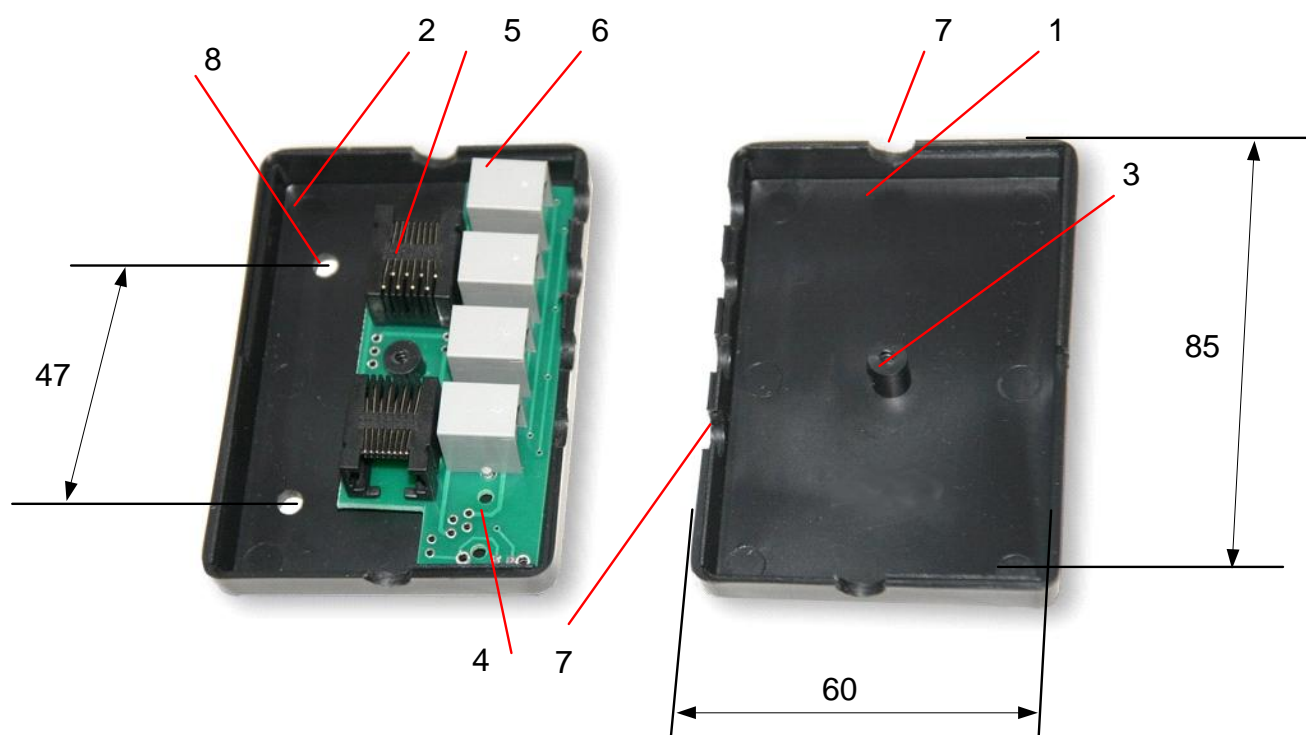

Рисунок 2 - конструкция разветвителя
- в пластине (на стене), на которой предполагается установка разветвителя, подготовьте два отверстия, см. рисунок 2;
- снимите верхнюю крышку разветвителя, извлеките плату -4, см рисунок 2;